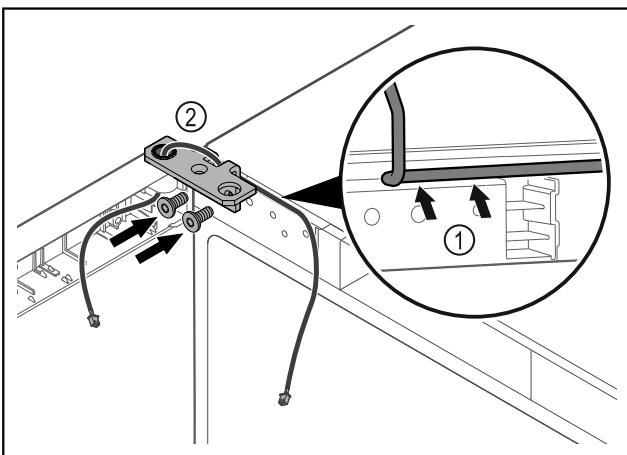

Fig. 38
- Prevlečte kábel cez vybranie uholníka závesu a opatrne ho položte Fig. 38 (1).
- Naskrutkujte uholník závesu Fig. 38 (2).